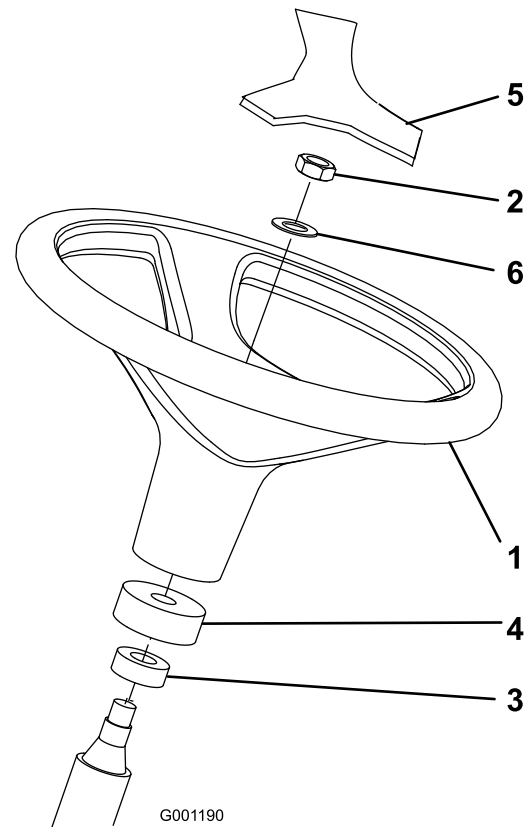

Figura 3
- Togliete il controdado e rondella dal piantone del volante. Verificate che il piantone sia provvisto di collare in schiuma sintetica e coperchietto antipolvere (Figura 3).
- Collocate il volante e rondella sul piantone (Figura 3).
- Montate il coperchietto sul volante (Figura 3).